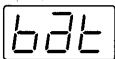

Fig.6
- ・ Press the PITCH 【▶】 key to begin the Battery test. A display as shown in Fig.6 will appear briefly, and the test will proceed automatically. If the battery voltage is normal, “OK” will appear on the display.
- ・ PITCH 【▶】 キーを押すとディスプレイに図6のように表示され、バッテリー電圧テストを自動的に開始します。